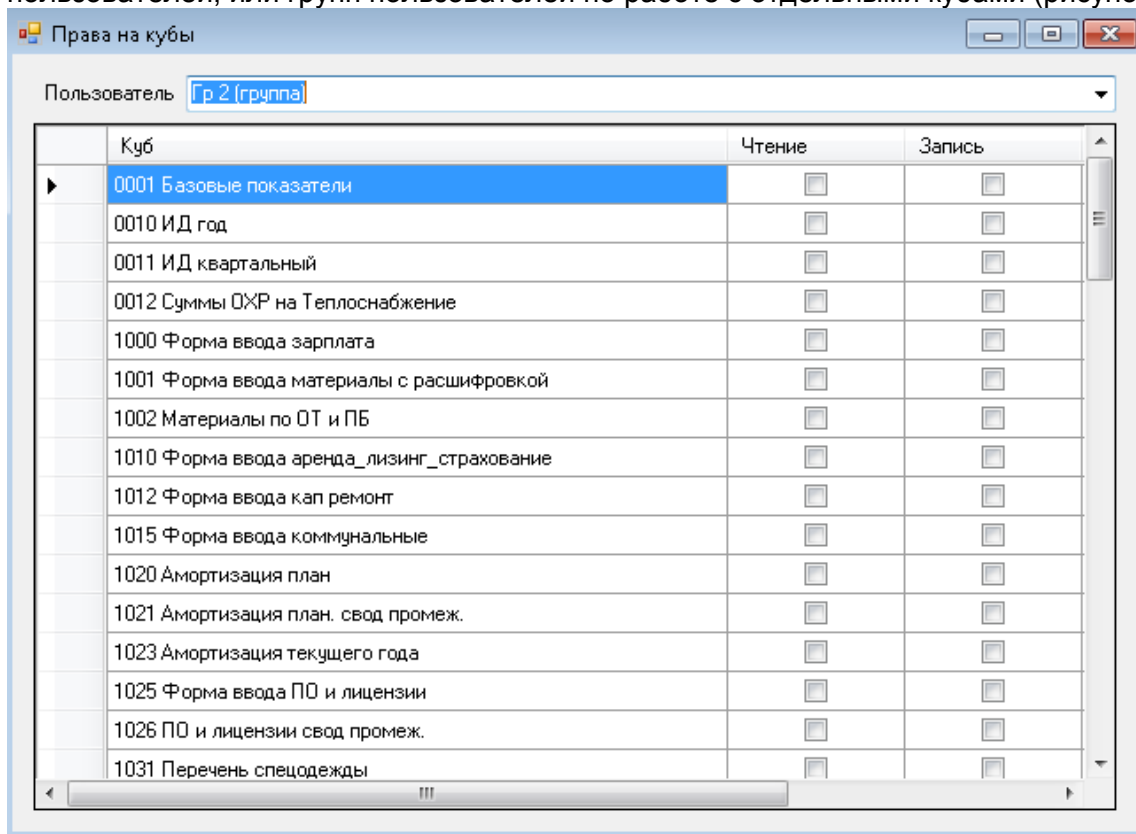

Рисунок 11. Окно настройки прав пользователей на кубы.
- Кубы – открывает диалоговое окно, в котором можно настроить права отдельных пользователей, или групп пользователей по работе с отдельными кубами (рисунок 11).